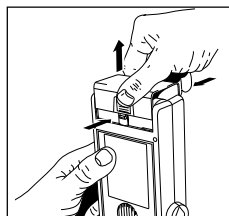

Abb. 18
- Batterieklappe öffnen (siehe Abb. 18).